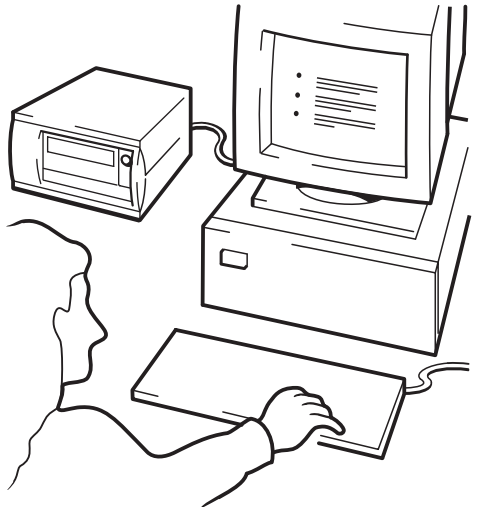

Figure 10d : utilisation de HP OBDR, étape 4
- 3 Suivez les instructions à l'écran pour configurer le système d'exploitation (voir Figure 10d). Ces instructions varient en fonction du logiciel de sauvegarde. En règle générale, vous pouvez accepter la réponse par défaut pour tous les messages : appuyez simplement sur <Entrée>, par exemple.